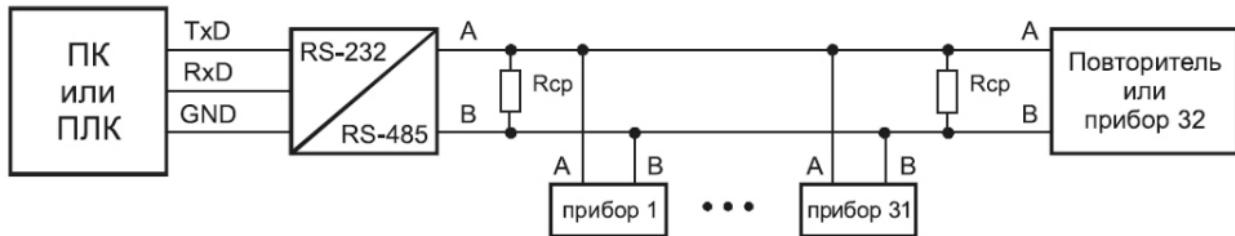

Рисунок 1.1 – Типовая топология промышленной сети RS-485
1.1 При проектировании промышленных систем автоматизации наибольшее распространение получили информационные сети, основанные на интерфейсе стандарта EIA RS-485. Он предусматривает передачу данных с помощью «симметричного» (дифференциального) сигнала по двум линиям (A и B) (рисунок 1.1) и использование дополнительной линии для выравнивания потенциалов заземления устройств, объединенных в сеть стандарта RS-485. Логический уровень сигнала определяется разностью напряжений на линиях (A-B), при этом логической единице соответствует диапазон значений напряжения от +0,2 до +5 В, а логическому нулю – диапазон значений от минус 0,2 до минус 5 В. Диапазон от минус 0,2 до + 0,2 В соответствует зоне нечувствительности приемника. При использовании указанного интерфейса максимальная длина линии связи между крайними устройствами может составлять до 1200 м. При этом в максимально удаленных друг от друга точках сети рекомендуется устанавливать оконечные согласующие резисторы (терминаторы), позволяющие компенсировать волновое сопротивление кабеля и минимизировать амплитуду отраженного сигнала.